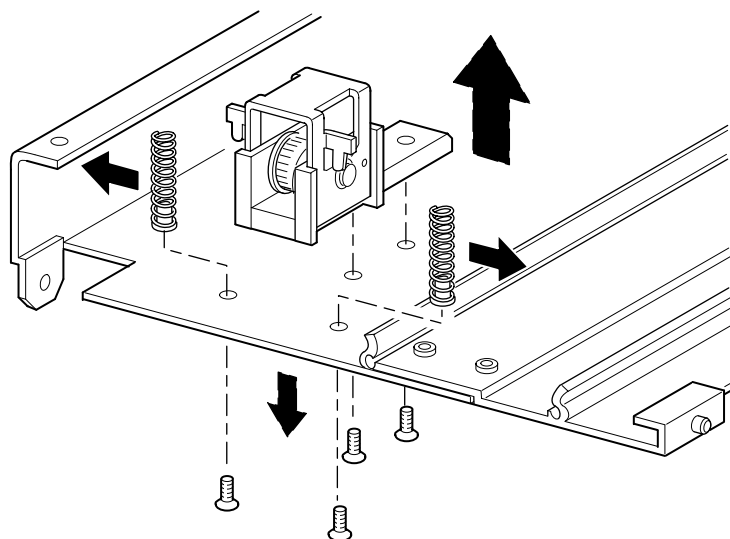

図2-16: ベルト テンショナー ランプおよびアイドラー プーリーの取り外し
8. ベルトテンショナーランプおよびアイドルプーリーコンポーネントを、以下の手順に従って取り外します（図2-16を参照）。
12. ベルト テンショナー ランプおよびアイドル プーリーを、前の手順で取り外した2本のネジを使用して、拡張ユニットに固定します (図2-16を参照)。
13. ベルト テンショナー ランプおよびアイドル プーリー スプリングを、前の手順で取り外した2本のネジを使用して固定します (図2-16を参照)。